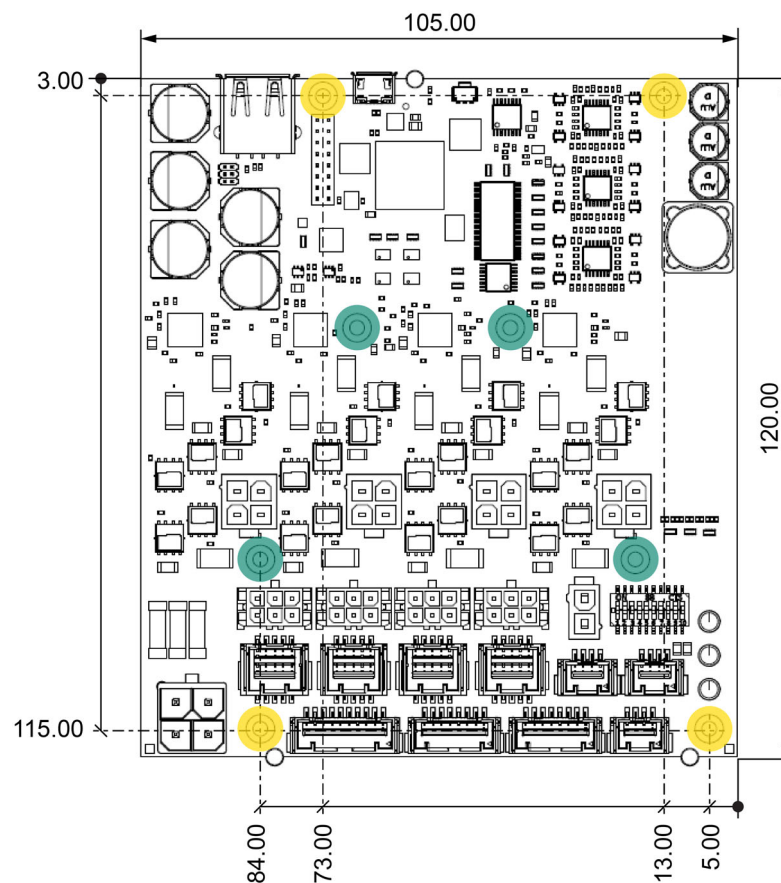

図 3-5 取付穴位置
取付穴 8 か所（→ 図 3-5; 緑および黄色マーク部）は全てアースに接続してください。
- 2) 図 3-5 を参照に、取付側（装置側躯体）に 8 か所の穴／スレッドを準備します。
取付ネジ	M2.5 ネジ 4 か所、M2.5 ネジ / ナット 4 か所 (スパーサー部) (詳細 → 図 3-5)